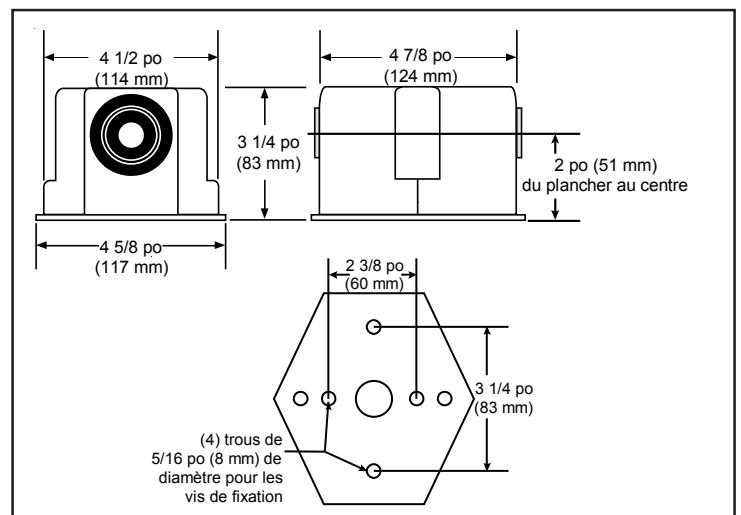

Figure 3. Dimensions
- Positionnez la plaque et utilisez-la comme gabarit pour marquer l'emplacement des vis dans chacun des quatre trous. Retirez la plaque et percez des trous de 3/8 po sur 1-5/8 po (41 mm) de profondeur dans le plancher (Fig. 3).